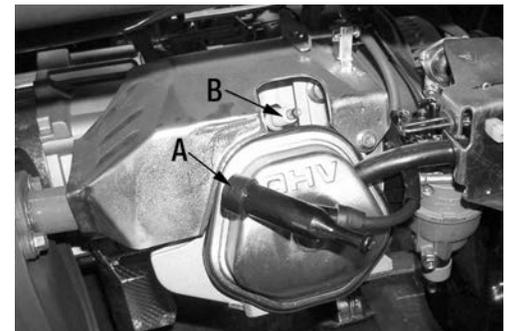

Figure 16
- 1) Tirez et retirez le fil et capuchon de la bougie (A) Fig.16, ceci vous donnera accès à la bougie (B). En utilisant la clé de déblocage de la bougie Vis autotaraudeuse, dévissez et retirez la bougie en la tournant dans le sens anti-horaire.